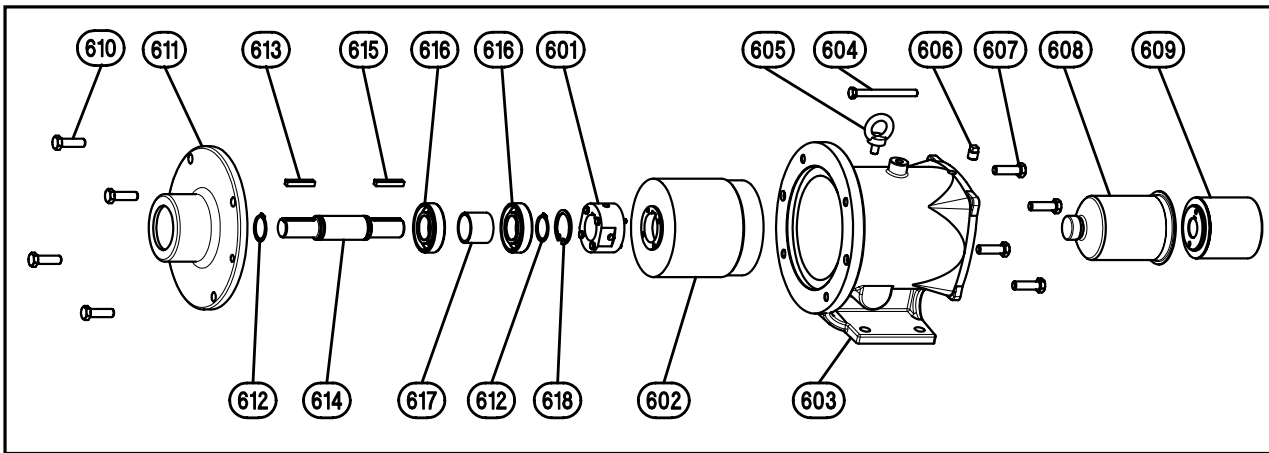
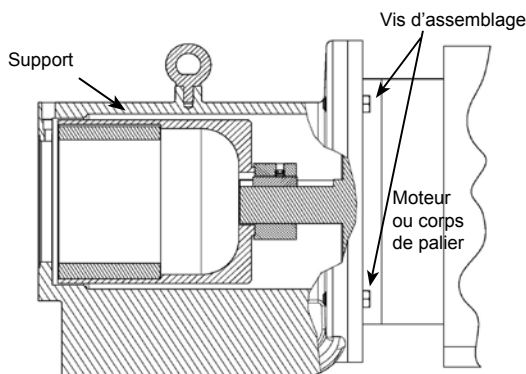
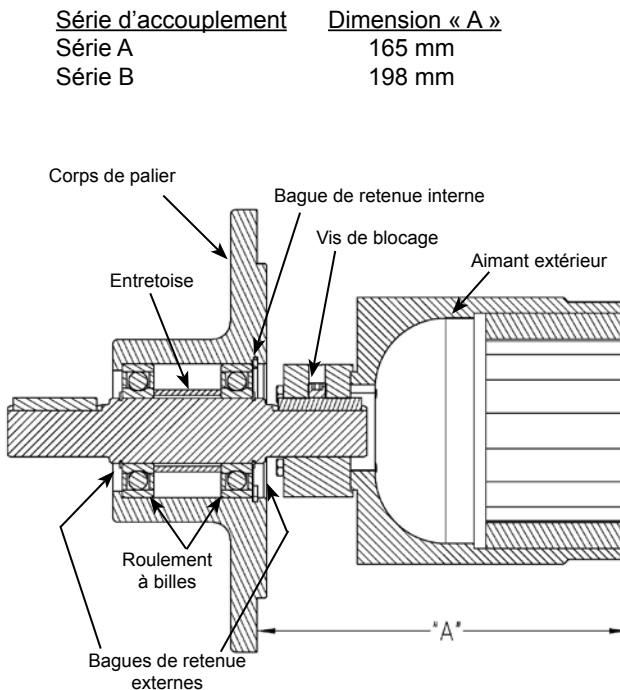

FIGURE 7
FIGURE 14
FIGURE 15
5. Il doit être possible d'inspecter visuellement les aimants extérieurs depuis l'extrémité du support. S'il est nécessaire de déposer le support, commencer par déposer les (4) vis d'assemblage (voir la figure 14) et séparer le support du moteur ou du corps de palier. Desserrer les 2 vis de blocage sur le moyeu de corps extérieur et séparer l'ensemble d'aimants extérieurs de l'arbre. Si l'équipement présente un corps de palier, les paliers ne doivent pas nécessiter d'entretien car ils sont scellés. Si besoin est, démonter en retirant la bague de retenue interne unique puis appuyer avec une presse sur l'arbre et les paliers pour les faire sortir du corps de palier. Déposer les bagues de retenue externes de l'arbre pour retirer les paliers (voir la figure 7, page 5 et la figure 15, page 8).